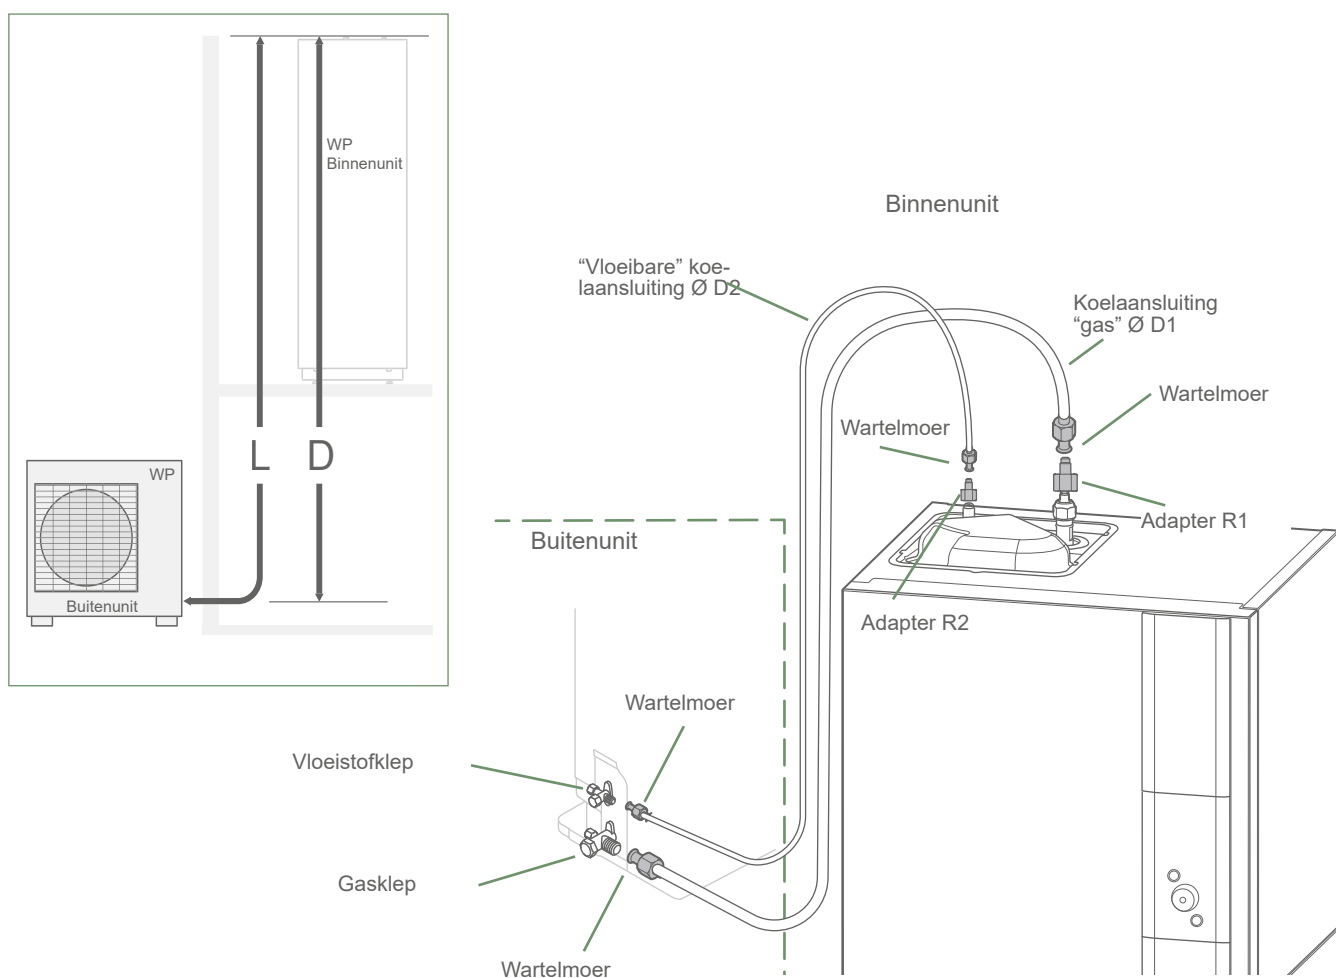

fig. 31 - Aansluiting van Koelaansluiting (toegestane diameters en lengtes)
- Afhankelijk van het geval sluit u een adapter aan (reductie) 1/4" - 3/8" of 1/2" - 5/8" (zie fig. 31).